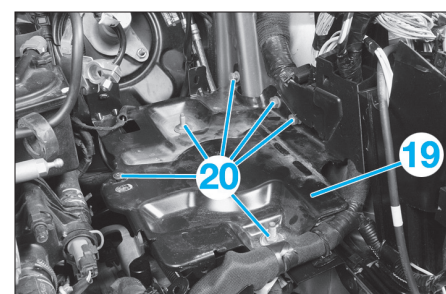

Fig. 92
- Dégrafer et écarter les faisceaux électriques attachés au support (19) (Fig.92).
- Déposer les vis (20) puis le support (19).